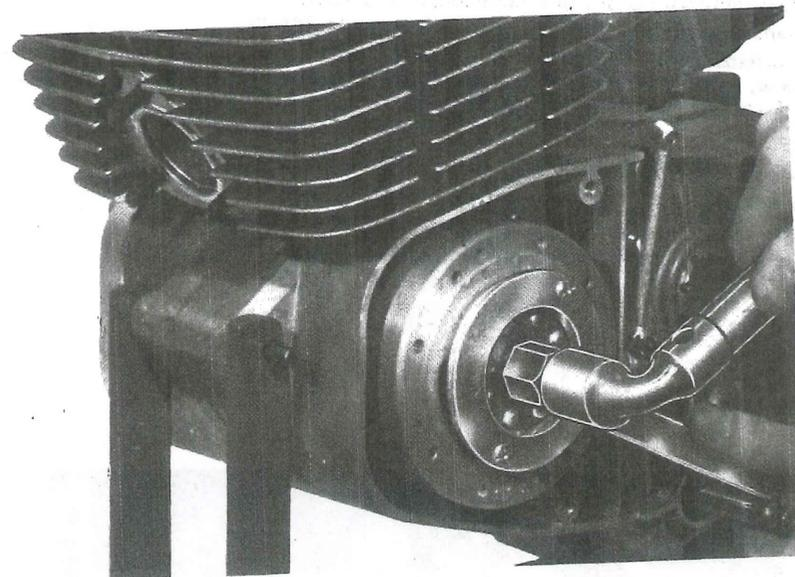

Fig. 8 - Estrazione « induttore volano »
- Usando l'« Estrattore per volano », matricola U1-2, avvitarlo nella sede filettata del volano, agire sulla vite centrale dell'estrattore stesso, con una chiave da 17 mm., per rimuovere il volano magnete. In questo operazione, l'induttore del volano magnete sarà mantenuto fermo con l'uso della stessa « chiave di fermo volano », usata per svitare il dado bloccaggio volano (fig. 8).